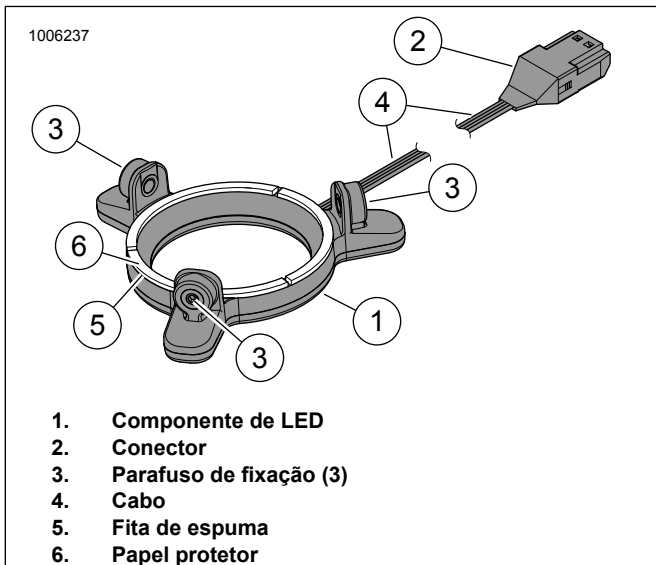

Figura 2. Luz LED, alto-falante Stage II redondo
3. Veja a figura 2. Remova o papel protetor (6) da fita de espuma (5) na parte traseira do componente de LED (1).